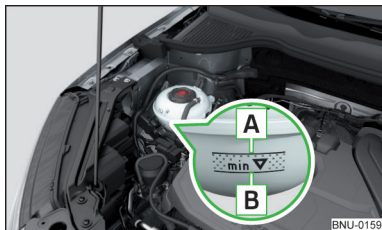

Fig. 305
Verificar el estado del líquido refrigerante - el líquido refrigerante tiene que estar entre las marcas **A** y **B** » fig. 305. Si el estado del líquido refrigerante está debajo de la marca **B**, rellenar el líquido refrigerante.
La **especificación** del líquido refrigerante se encuentra en el depósito de compensación del líquido refrigerante » fig. 305.
- No rellene el depósito de líquido refrigerante por encima de la marca **A** » fig. 305. El líquido refrigerante puede ser presionado por el calentamiento del sistema de refrigeración - Existe el peligro de un daño de las partes del vano motor.